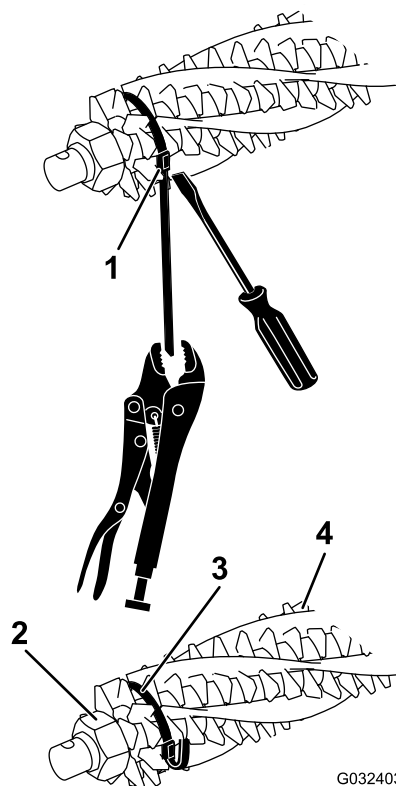
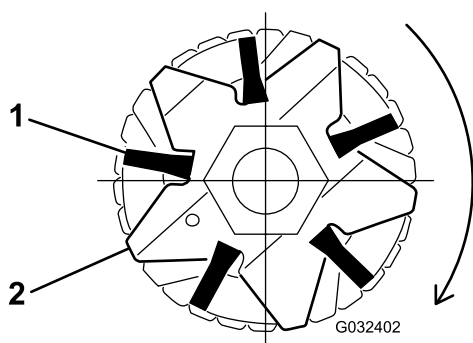

Figure 17
Figure 19
2. Desserrez les écrous de fixation de la lame du groomer à chaque extrémité de l'arbre du groomer (Figure 17).
- Engagez bien les brosses dans les fentes des lames du groomer (Figure 17 et Figure 19).
- Enroulez les attaches sans les serrer, comme montré à la Figure 17, autour de l'arbre de cylindre et des brosses en les insérant dans les fentes des brosses Figure 19.
Remarque: Si les brosses ne sont pas engagées correctement dans les fentes des lames, desserrez les écrous de fixation des lames à chaque extrémité de l'arbre du groomer, positionnez les brosses correctement dans les fentes, puis resserrez les écrous de fixation (Figure 17).
- Tout en poussant un tournevis contre la boucle des attaches, saisissez chaque attache avec une pince-étau et tirez dessus jusqu'à ce qu'elle se bloque dans les rainures de la brosse (Figure 17).